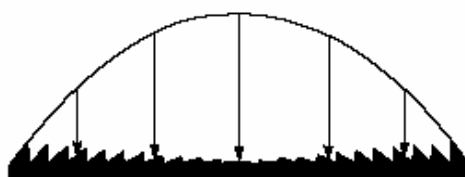

图 3.4.1
- 所以开始广泛运用于光学系统中。图 3.4.1 为矩形菲涅尔非球面透镜侧面图。